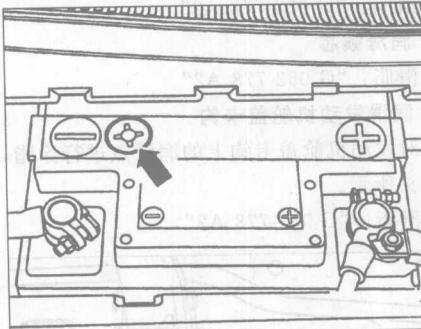
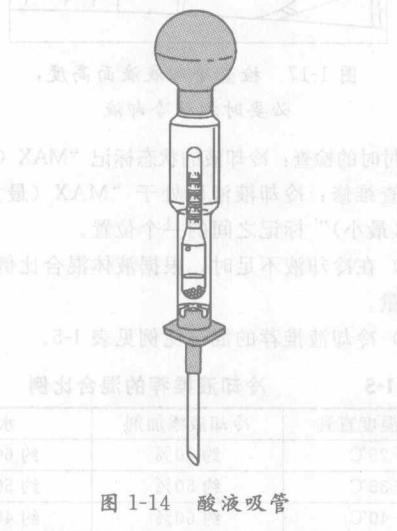

图 1-12 蓄电池的电子眼
图 1-14 酸液吸管
- (2) 电子眼可提供待检查蓄电池的酸液高度以及充电程度的信息，如图 1-12 箭头所示。
① 对于带有电子眼（如图 1-12 箭头所示）的蓄电池，必须取下堵头上的薄膜。
② 拧下蓄电池的堵头。
③ 如果电解液的液面太高（加注过量），也就是说，超过了蓄电池内部的标记线（塑料台阶），或者说超过了外面的 MAX 标记线，用酸液吸管将酸液吸出，如图 1-14 所示，直到酸液液面达到内部的塑料台阶，或者 MAX 标记线为止。